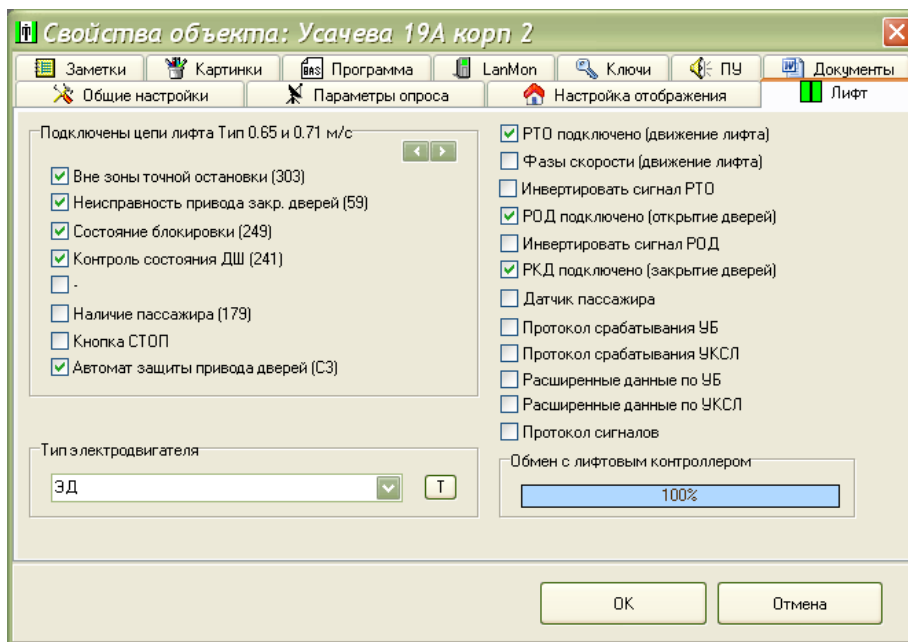

Рисунок 10
10) На вкладке «Лифт» выбрать тип лифта, в левой части окна установить «галочки» напротив названий сигналов лифта, для которых необходимо оповещение диспетчера о появлении аварийной ситуации по данному сигналу голосовым сообщением и изменением изображения блока БДК-Л на карте (рисунок 10). В правой части окна установить «галочки» напротив соответствующих сигналов, которые должны поступать от лифтового шкафа